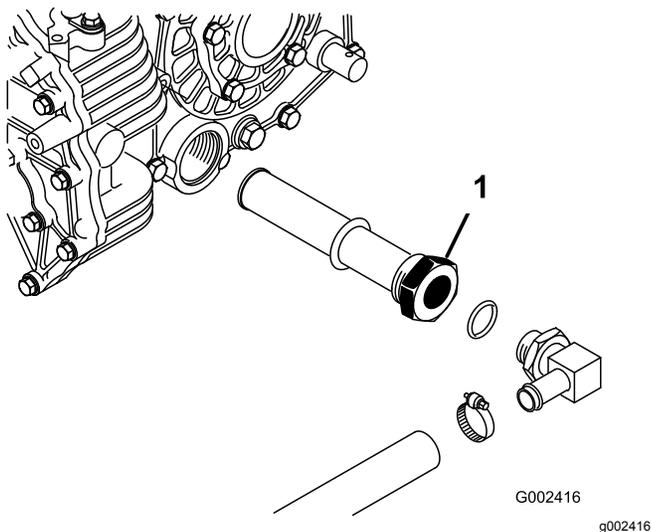

Рисунок 74
3. Отметьте ориентацию гидравлического шланга и 90-градусного фитинга, подсоединенного к сетчатому фильтру на боковой стороне резервуара (Рисунок 74).